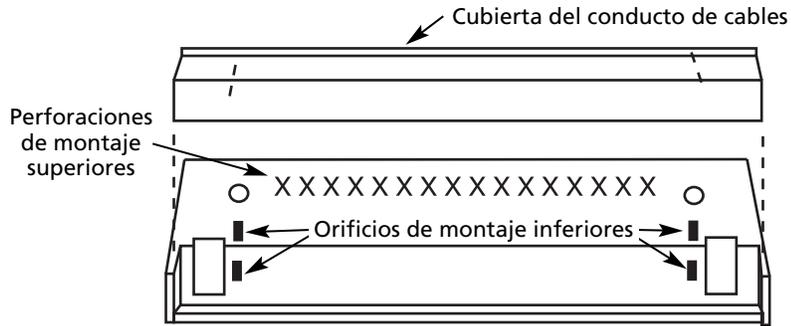

Figura 5
- Al montar el calentador, si se utiliza los orificios de montaje inferiores (consulte la Figura 5), asegúrese que los tornillos no dañen el cableado de suministro en el área que está detrás del calentador.
- Para tener acceso al conducto de cables, tienda el calentador con la cara abajo y extraiga dos tornillos como se muestra en la Figura 5. Destape los agujeros ciegos en las áreas de canal de ambas cajas de empalme.
6. Coloque el calentador contra la pared (utilice las perforaciones estampadas con una cruz como una guía; consulte la Figura 5) y fíjelo a través de la hilera superior de orificios de montaje preperforados, usando al menos dos sujetadores, uno en cada extremo del calentador. Si la unidad se monta un tanto elevada sobre el piso para permitir la instalación de una alfombra debajo del calentador, se suministran dos orificios de montaje adicionales en cada extremo, debajo del elemento. Esto le permitirá a usted atornillar el calentador en la solera inferior si la longitud de la